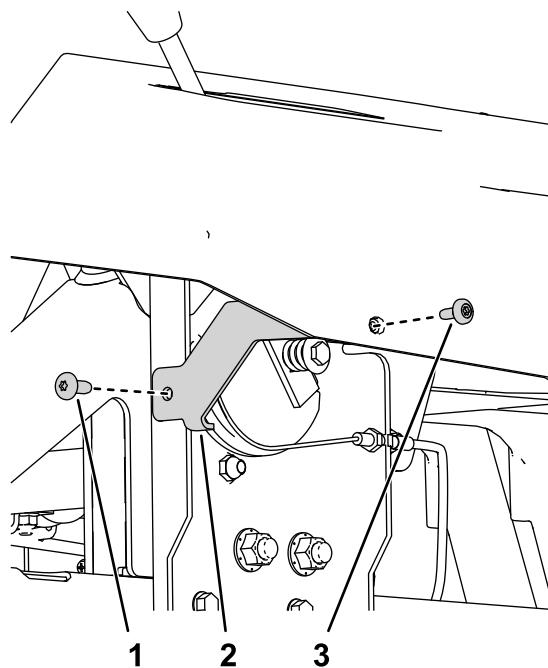

**Figura 9**
3. Instale el soporte del carenado izquierdo en el bastidor de la máquina usando 2 tornillos autorroscantes ( $\frac{5}{16}$ " x  $\frac{3}{4}$ ") y las piezas que retiró en **1 Preparación de la máquina** (página 4), como se muestra en la **Figura 9**.